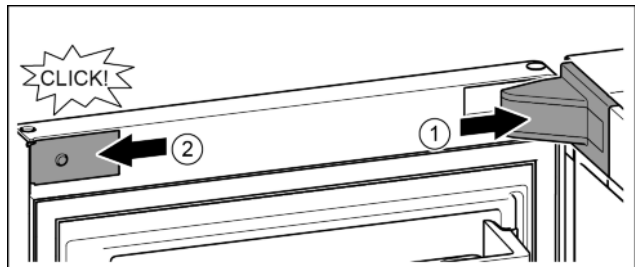

Fig. 19
- ▶ Applicare la copertura del blocco di supporto e inserirla a scatto, se necessario allontanarla con attenzione. Fig. 19 (1)
- ▶ Applicare la maschera lateralmente e inserirla a scatto. Fig. 19 (2)